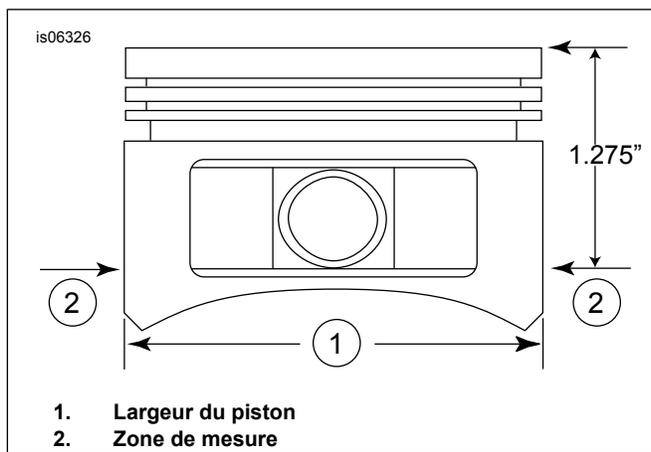

Figure 2. Mesures du piston
5. Consultez Figure 2 . Mesurer la largeur du piston (1) à 90 degrés à l'horizontal à partir des deux côtés du trou de cheville de l'axe de piston et à 1,275 po vers le bas à partir de la surface plane (partie supérieure) du piston (2). Voir Tableau 6 pour les ajustements piston-cylindre à cet endroit.